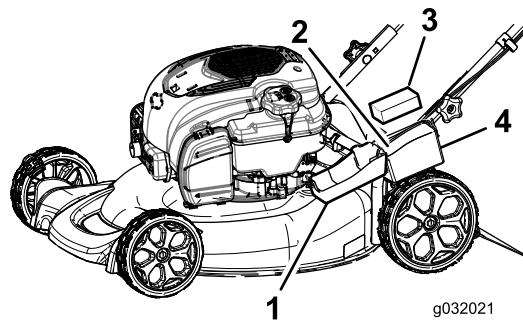

Рисунок 23
- Расфиксируйте крышку аккумулятора и снимите его (Рисунок 23).